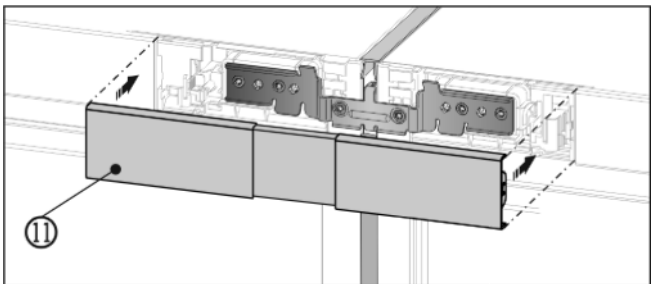

Fig. 15
- ▶ Защелкните верхнюю крышку Fig. 15 (11) на еще открытом промежутке обеих заглушек участков обслуживания. Следите за тем, чтобы наружные стороны крышки заканчивались вровень с заглушками участков обслуживания.